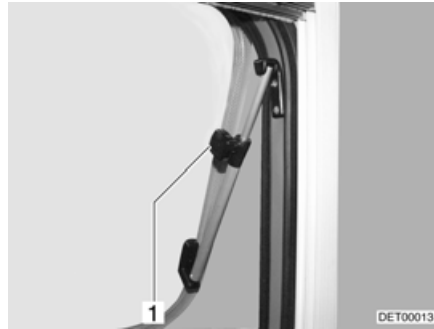

Bild 89 Dachhaube mit Dreh-Ausstellern, geöffnet
- Dachhaube bis zur gewünschten Stellung öffnen und mit Rändelknopf (Bild 89,1) feststellen.
- Rändelknopf (Bild 89,1) drehen, bis Arretierung freigegeben wird.